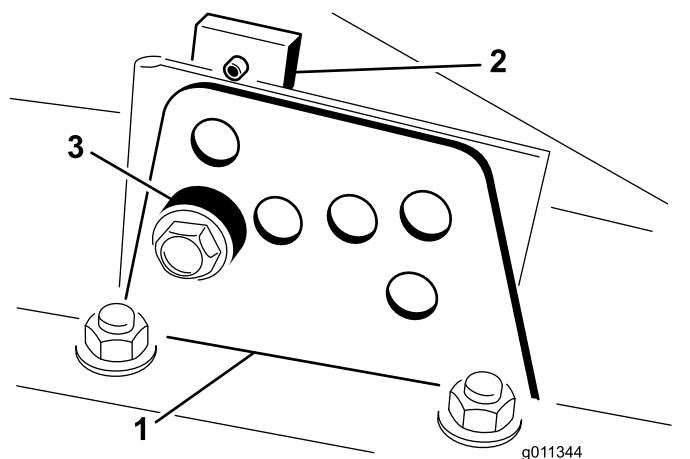

Figura 6
2. Afloje el perno que sujeta cada soporte de altura de corte a la pletina de altura de corte (delante y en cada lado), tal y como se muestra en la Figura 6.
4. Sujetando la cámara, retire el espaciador (Figura 6).